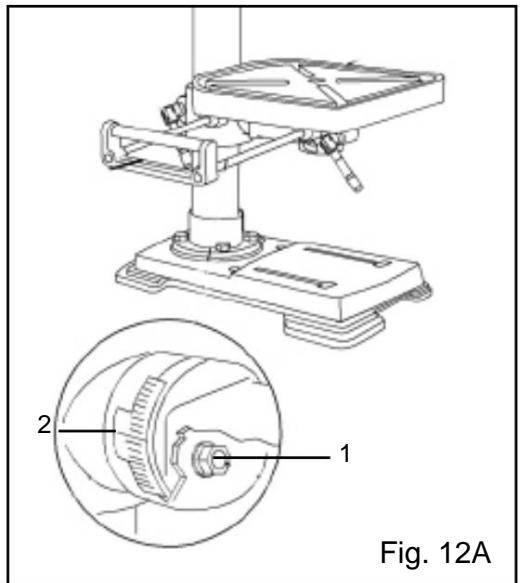

Fig. 12A
LUTA BORDET (FIG. 12A)
1. Lossa den avfasade låsbulten (fig. 12A - 1) genom att vrida den moturs med en justerbar skiftnyckel (ingår ej).
2. Luta bordet till önskad vinkel med hjälp av fasskalan (fig. 12A - 2) som en grundläggande guide.
JUSTERA TABELLEN ATT VARA HORIZONTAL (FIG. 12A)
1. Lossa den avfasade låsbulten (fig. 12A - 1).
2. Justera bordet till 0°-inställningen på avfasningsskalan (fig. 12A - 2).